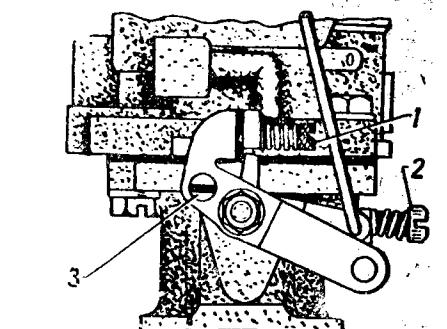

Рис. 39. Регулировочные винты карбюратора.
*Регулировка малых оборотов холостого хода двигателя* производится упорным винтом 1 карбюратора (рис. 39), ограничивающим закрытие дроссельной заслонки, и винтом 2, изменяющим состав смеси. При завертыв-